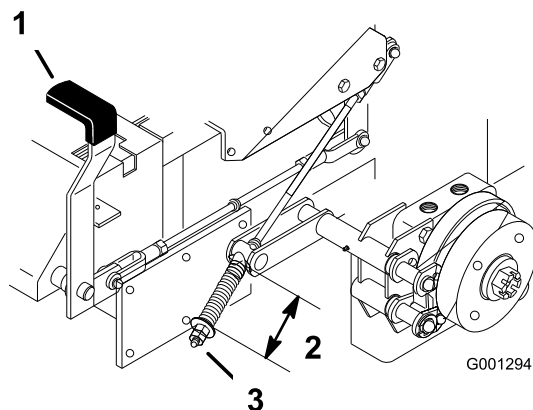

Figure 49
2. Mesurez la longueur du ressort. Les rondelles doivent être espacées de 64 mm (Figure 49).
3. Si un réglage est requis, desserrez le frein de stationnement, desserrez l'écrou de blocage situé sous le ressort et réglez l'écrou directement au-dessous du ressort (Figure 49). Modifiez le serrage de l'écrou jusqu'à ce que le ressort ait la longueur voulue. Tournez l'écrou dans le sens horaire pour raccourcir le ressort et dans le sens anti-horaire pour l'allonger.